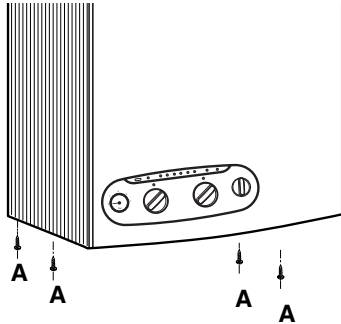

Fig. 19
- visser les 4 vis A de fixation de l'habillage, situées en partie inférieure (fig. 19)